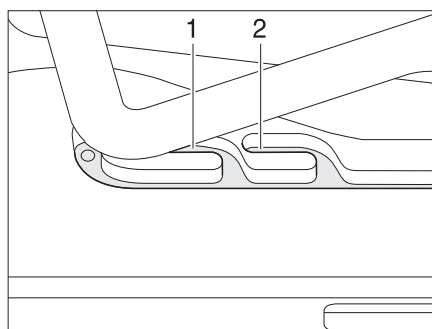
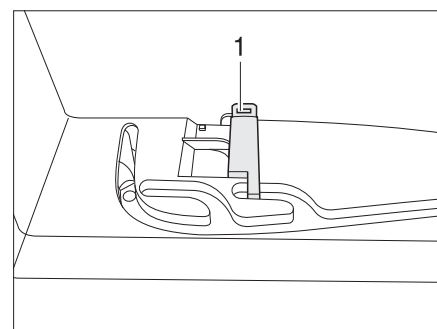

Fig. 24 Oblò inclinabile in posizione di ricircolo d'aria
Fig. 25 Bloccaggio in posizione di ricircolo d'aria
È possibile portare l'oblò inclinabile in due posizioni di ricircolo d'aria: Posizione brutto tempo (Fig. 24,1) e posizione centrale (Fig. 24,2). A seconda del modello è possibile bloccare l'oblò nella posizione centrale con il chiavistello (Fig. 25,1).
- Premere la staffa leggermente verso l'alto, spingerla nella guida selezionata (Fig. 24,1 o 2) ed eventualmente bloccarla.